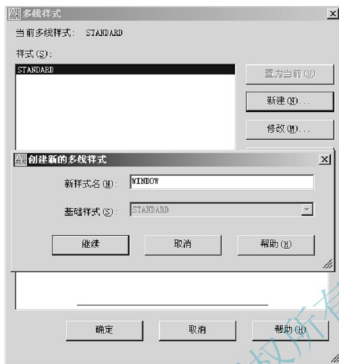

图 2.78 创建新的多线样式
(1) 执行菜单栏中的【格式】|【多线样式】命令，打开【多线样式】对话框。单击【新建】按钮，打开【创建新的多线样式】对话框，如图 2.78 所示。在【新样式名】文本框内输入“WINDOW”，单击【继续】按钮，打开【新建多线样式：WINDOW】对话框。